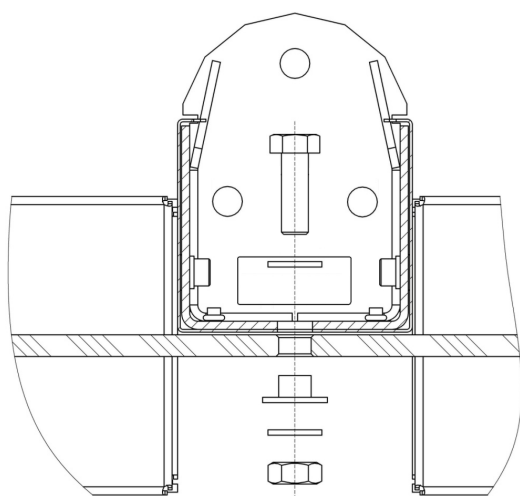

Рисунок 31. Крепление стекла заполнения в центральной стойке PERCo-ST-01
1. Снимите верхнюю крышку секции (10) (см. разд. 8.9.6) и две защитные пластины.
2. Снимите блок индикации на центральной стойке (3) (см. разд. 8.9.5).
3. Снимите кожух створки (4) (см. разд. 8.9.4).
4. Снимите кожух центральной стойки (5) (см. разд. 8.9.1).
5. Снимите обе крышки нижнего короба (14) (см. разд. 8.9.7).
6. Для секции **PERCo-ST-01**: Снимите заднюю панель центральной стойки (6). Для этого открутите 2 винта M6×16 (под шестигранный ключ SW5) в нижних коробах, один винт M6×16 (под шестигранный ключ SW5) в нижней части центральной стойки и два винта M5×12 (под шестигранный ключ SW4) в верхнем коробе (см. рис. 31).